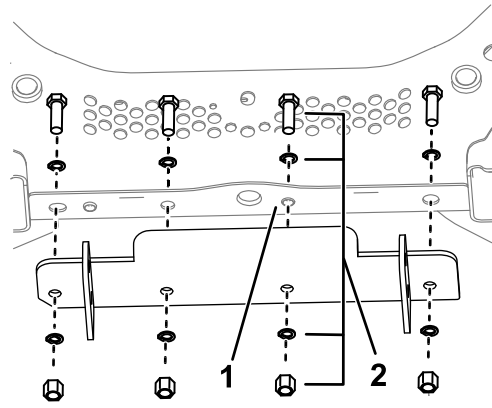

Figure 4
- Pour les véhicules sans plaque de protection, fixez les côtés du support, marquez et percez le trou pour le dernier trou, comme indiqué à la Figure 4. Fixez le support à l'aide de 4 boulons (1/2 po-13 x 1 1/2 po), 8 rondelles-frein fendues (1/2 po) et 4 écrous (1/2 po).
- Pour les véhicules équipés d'une plaque de protection, montez le support à l'aide des fixations existantes pour l'emplacement indiqué à la Figure 4. Fixez le reste du support à l'aide de 3 boulons